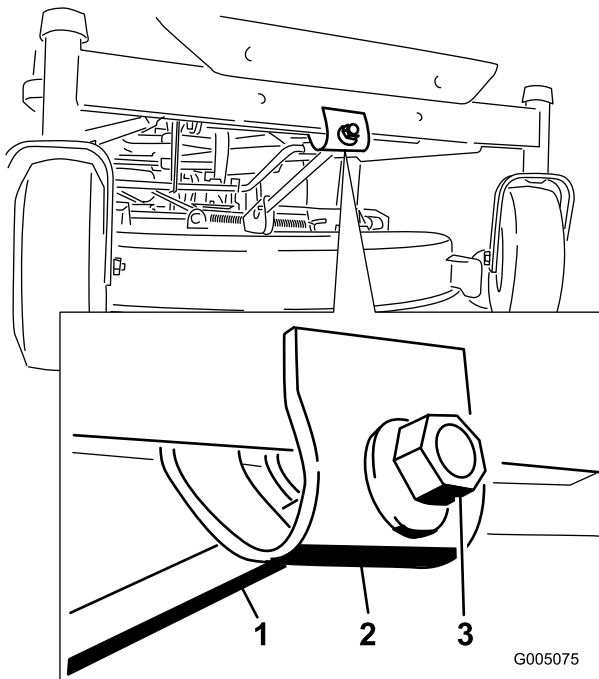

Bild 45
- Drehen Sie für das Einstellen der Schnittmesserneigung in Längsrichtung die Einstellmutter vorne am Mähwerk (Bild 45).